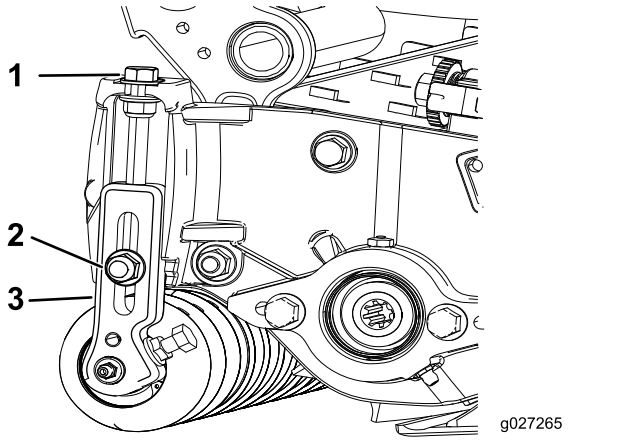

图15
1. 松开将剪草高度支架固定到滚刀组侧板上的锁紧螺母（图15）。